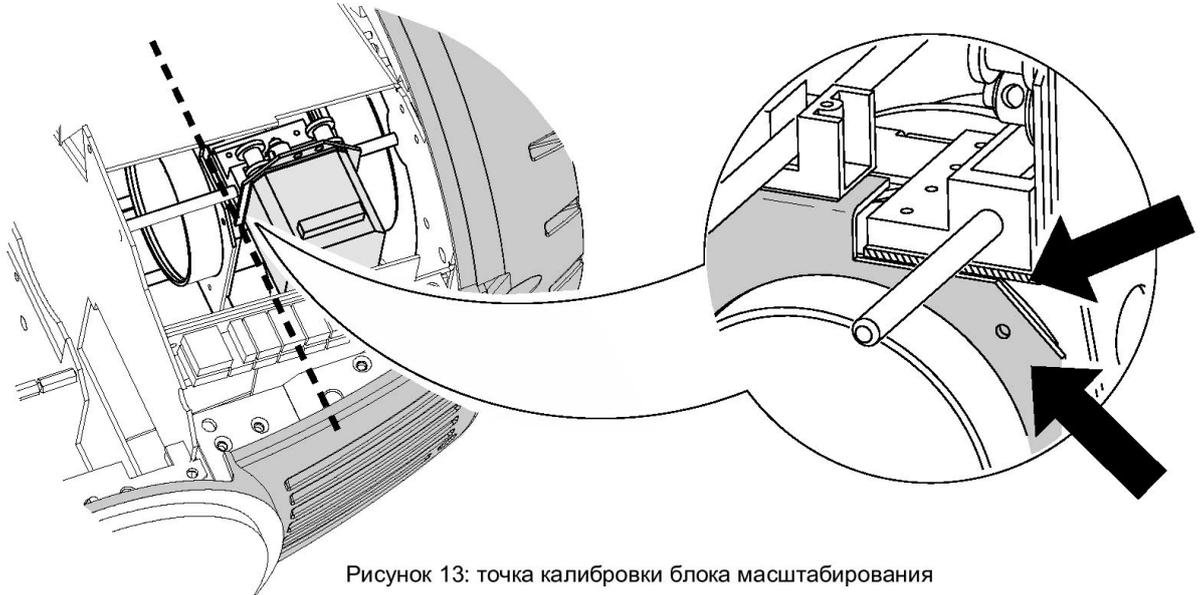

Рисунок 13: точка калибровки блока масштабирования
2. Для калибровки блока масштабирования, сначала снимите верхний кожух головного блока. Выберите меню UTIL/CAL/ZOOF и нажмите [Enter]. Отрегулируйте смещение так, чтобы лицевая сторона пластины линзы блока масштабирования совместилась с задней кромкой фокусной пластины (Рисунок 13). Нажмите [Enter] для сохранения настройки. Установите кожух на прежнее место.